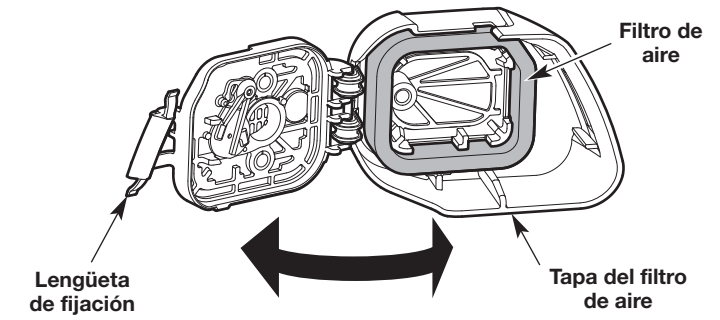

Fig. 25
1. Abra la cubierta del filtro de aire: oprima la lengüeta de fijación y gire la cubierta del filtro de aire hacia la derecha (Fig. 25).
2. Extraiga el filtro de aire del interior de la cubierta del filtro de aire (Fig. 25).
6. Reinstale el filtro de aire dentro de la cubierta del filtro de aire (Fig. 25).
7. Cierre la cubierta del filtro de aire: Gire la cubierta del filtro de aire hacia la izquierda y oprímala para cerrarla hasta que la lengüeta de fijación entra a presión en su lugar (Fig. 25).